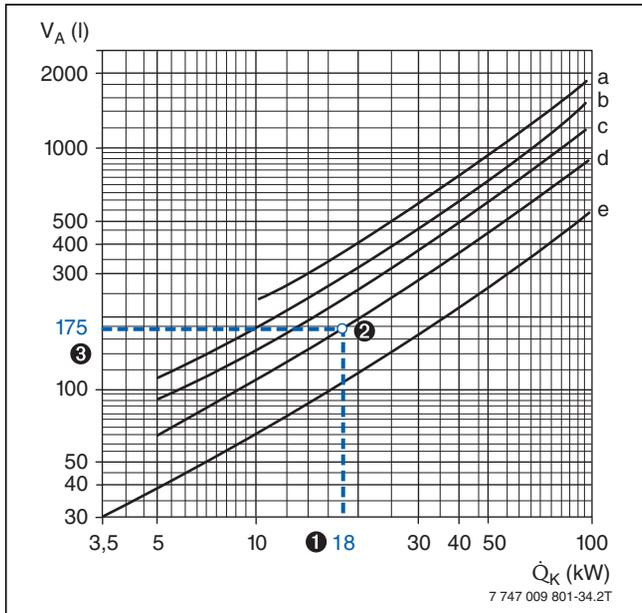

Bild 88 Anhaltswerte für den durchschnittlichen Wasserinhalt von Heizungsanlagen (nach ZVH-Richtlinie 12.02)
In Abhängigkeit von verschiedenen Parametern der Heizungsanlage lässt sich das Anlagenvolumen aus Bild 88 ablesen.
- ❸ Gesamtwasserinhalt der Anlage = 175 l (→ Bild 88, Kurve d)
Das nach Punkt ③ aus dem Bild 88 abgelesene Anlagenvolumen muss kleiner sein als das maximal zulässige Anlagenvolumen ④. Trifft das nicht zu, ist ein größeres Ausdehnungsgefäß zu wählen.
- ① Vorlauf­temperatur (→ Tabelle 35): $\vartheta_V = 50\text{ °C}$
- ② Vordruck des AG (→ Tabelle 35): $p_0 = 1,00\text{ bar}$
- ③ Anlagenvolumen (→ Bild 88): $V_A = 175\text{ l}$
- ④ Erforderlich ist ein AG mit 18 l Inhalt (→ Tabelle 35), weil hierfür das nach Bild 88 ermittelte Anlagenvolumen ③ kleiner als das maximal zulässige Anlagenvolumen ist.